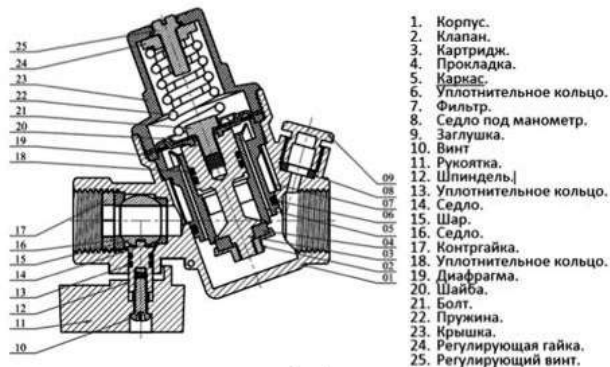

Рис.1
- 2.12 Габариты и присоединительные размеры приведены на рис. 1.